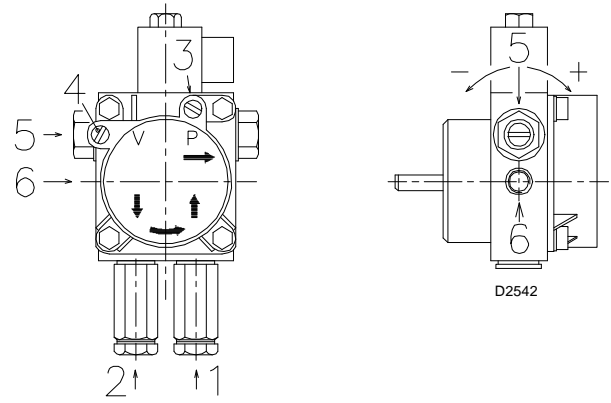

Fig. 23
- Para que se lleve a cabo el autocebado, uno de los tornillos 3)(Fig. 23) de la bomba, debe estar flojo para purgar el aire que se encuentra en la línea de aspiración.
- La bomba se ceba cuando el aceite combustible comienza a salir del tornillo 3)(Fig. 23).
Leyenda (Fig. 23)